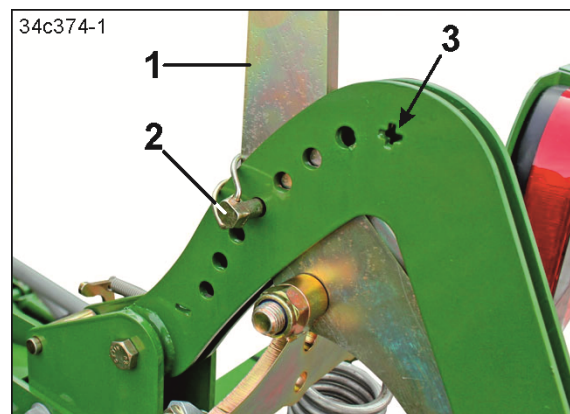

Рис. 191
4. Зафиксируйте положение рычага (Рис. 191/1) шплинтом с круглой пружинной защелкой (Рис. 191/2).
Прижим катков максимальный, когда шплинт с круглой пружинной защелкой (Рис. 191/2) вставлен в отверстие рядом со знаком "+" (Рис. 191/3).